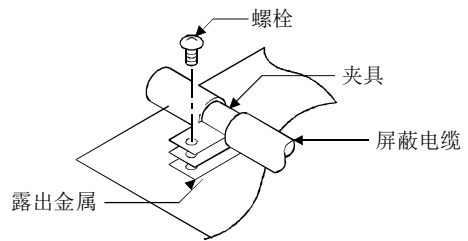

图14.2 屏蔽层接地处理(正确例)
- ① 在屏蔽电缆的屏蔽层的接地点以后与接地前的电缆束在一起时，会因受到电磁感应而在控制柜外产生高频噪声。
- ② 对于屏蔽电缆外皮被剥去部分而裸露在外的屏蔽层，请采用以较大面与控制柜接地的方法接地。也可如图14.2所示，使用夹具。但需注意，与夹具接触的控制柜内壁部分在涂装时需进行屏蔽，从而露出金属面。